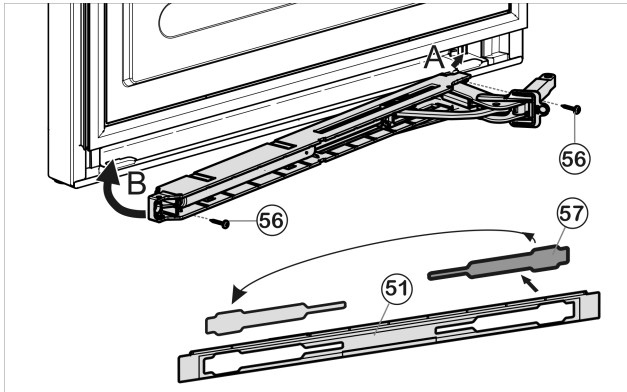

Fig. 21
- ▶ Détacher le cache Fig. 21 (57) du panneau Fig. 21 (51) et le remettre en place de l'autre côté.
- ▶ Encliqueter l'unité de l'amortisseur de fermeture avec l'articulation orientée vers le côté de la charnière (A) et bien la guider pour la repositionner (B).
- ▶ Visser à fond l'unité de l'amortisseur de fermeture (2 vis Torx 15) Fig. 21 (56).